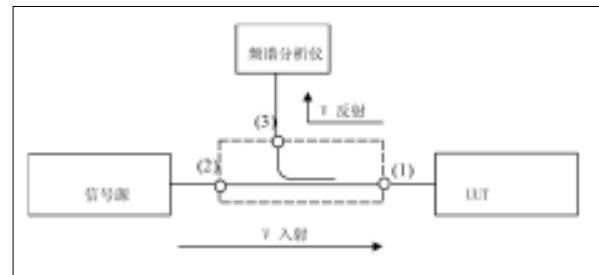

图 2：信号源 VSWR 测量
**VSWR** 了解信号源的输出阻抗（信号源匹配）非常重要，它不但可以确认技术指标，而且使用户可以估计测量中的失配误差。VSWR 或回波损耗测量通常用于无源器件，对稳幅信号源进行此项测试会很困难并引起较大的误差。在编写本文时，虽然有几个设备制造商在其文献中例举了若干方法，还未能找到一个实验室可以提供经认可的信号源匹配测量。本文所选的方法采用了一个回波损耗桥，如图 2 所示。